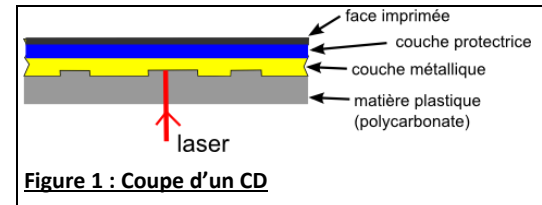

Figure 1 : Coupe d'un CD
Pour réduire le bruit par le port d'un casque, la première solution consiste à utiliser les propriétés acoustiques des matériaux fibreux ou poreux (fibres, mousses). Malheureusement, ces matériaux ne sont efficaces qu'à partir de 600 Hz environ. Pour augmenter l'efficacité des casques, on ajoute depuis quelques années à ce système passif, un système actif. Grâce à l'évolution des filtres et des systèmes numériques, on a pu mettre à profit l'idée de l'ingénieur allemand Paul Lueg en 1933 : ajouter au son exactement le même son, mais en « opposition de phase », comme le montrent les courbes ① et ② de la figure 1.